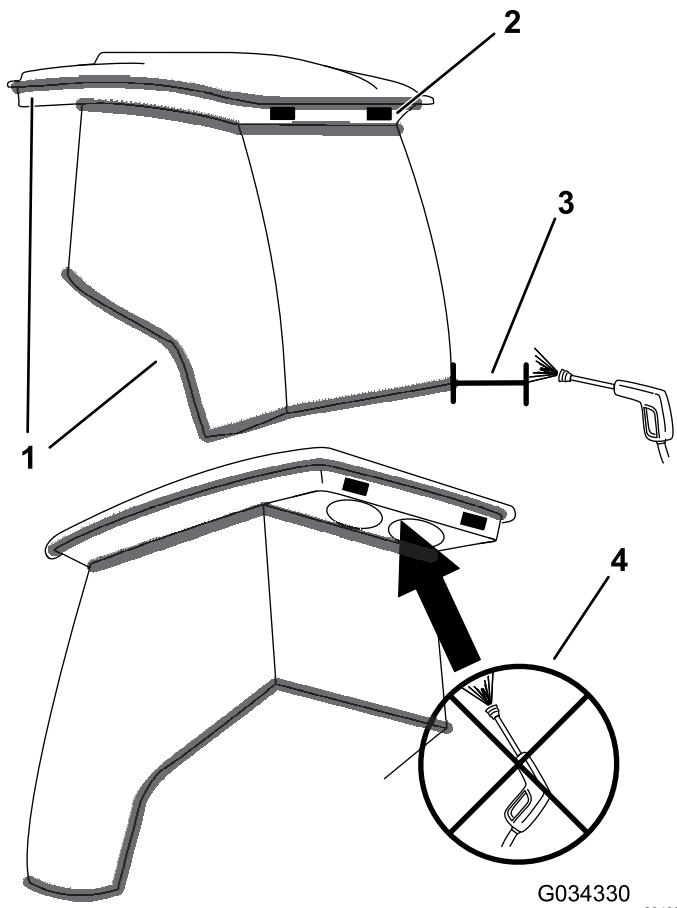

Figura 120
**Importante:** Tenha cuidado em torno dos vedantes da cabina e das luzes (Figura 120). Se utilizar uma máquina de pressão de água, mantenha a vareta de lavagem a, pelo menos, 0,6 m da máquina. Não utilize a máquina de pressão de água diretamente nos vedantes da cabina e das luzes ou sob a consola traseira.